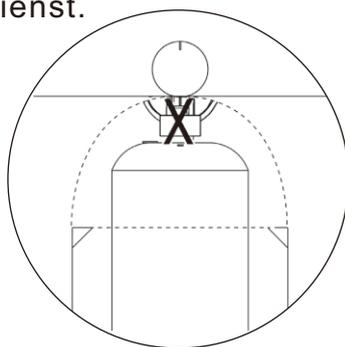

Abbildung 6
4. Beachten Sie das Diagramm zur korrekten Installation (Abb. 6).